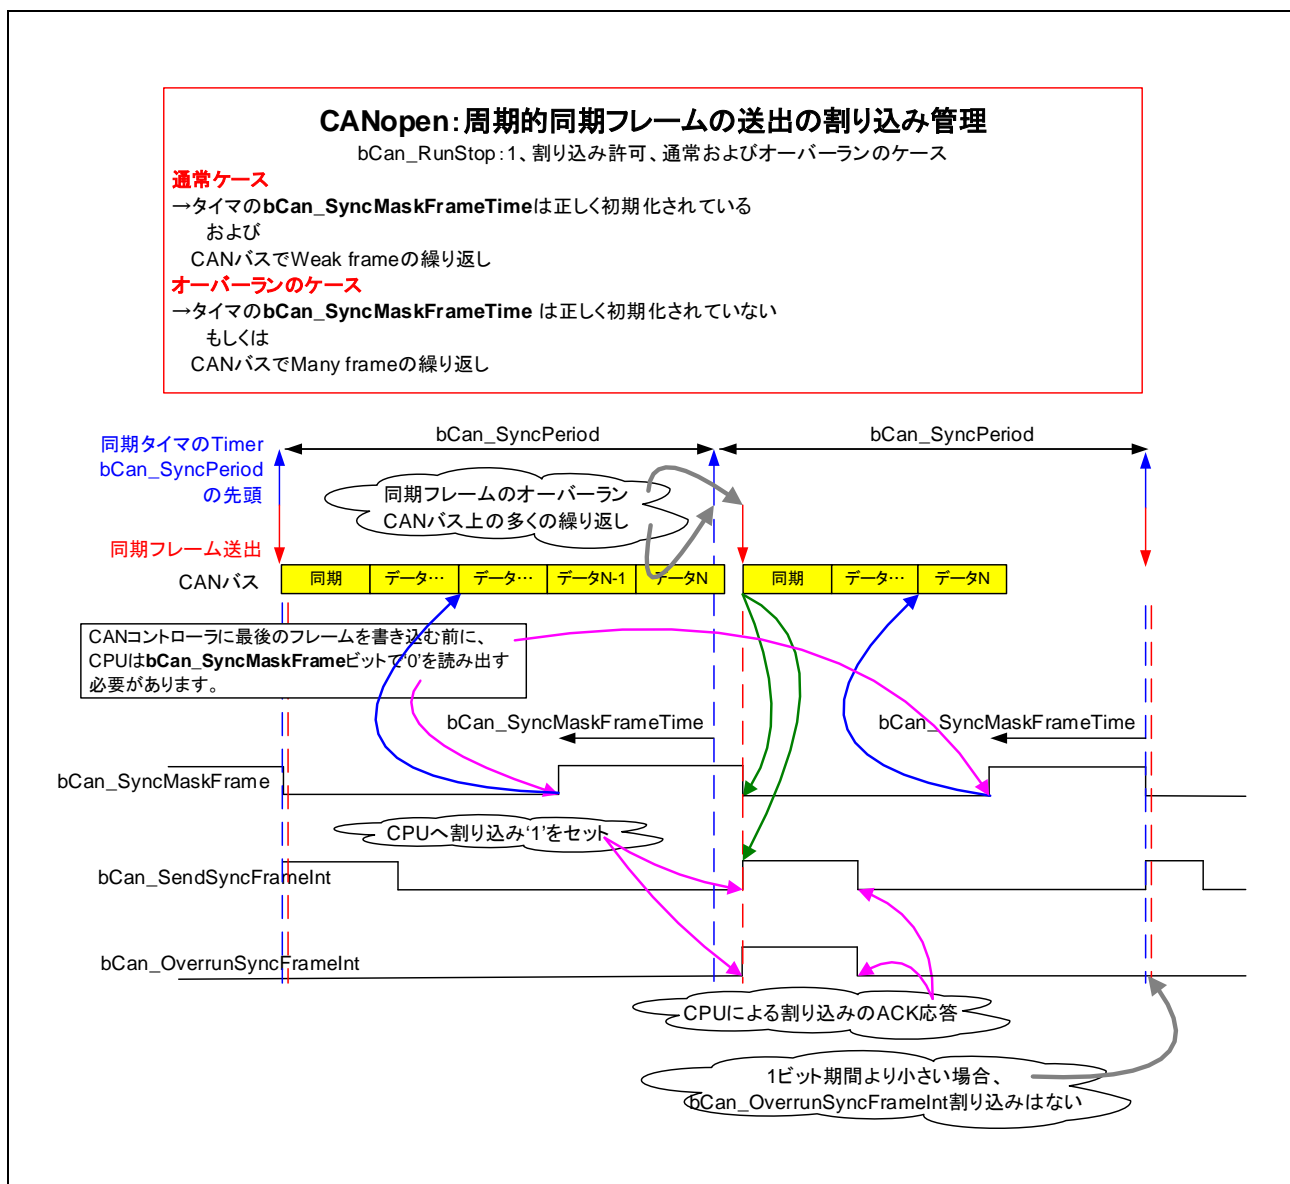

図 6.6 CANopen : 周期的同期フレームの割り込み管理
- 「**図 6.6 CANopen : 周期的同期フレームの割り込み管理**」を参照してください。
「図 6.6 CANopen : 周期的同期フレームの割り込み管理」を参照してください。